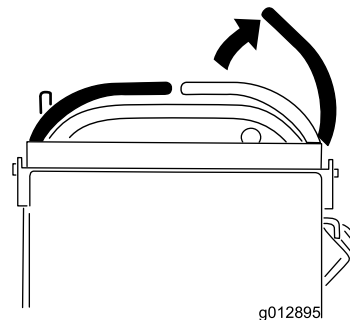

図 12
- 両方の走行コントロールレバーをニュートラル位置にセットし、右側走行コントロールレバーをニュートラルロック位置にセットします 図 12。